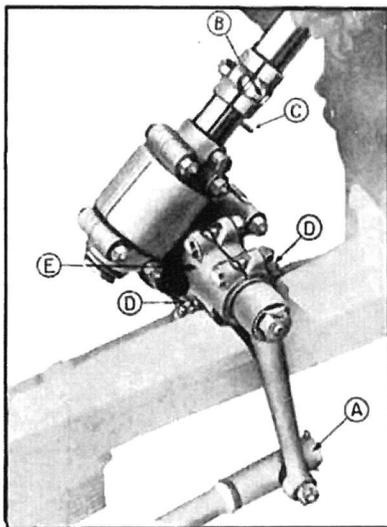

Fig. 232. — Direction sur châssis.
- 1—Dégoupiller et dévisser le bouchon du boîtier AR. de la barre de direction (fig. 232).